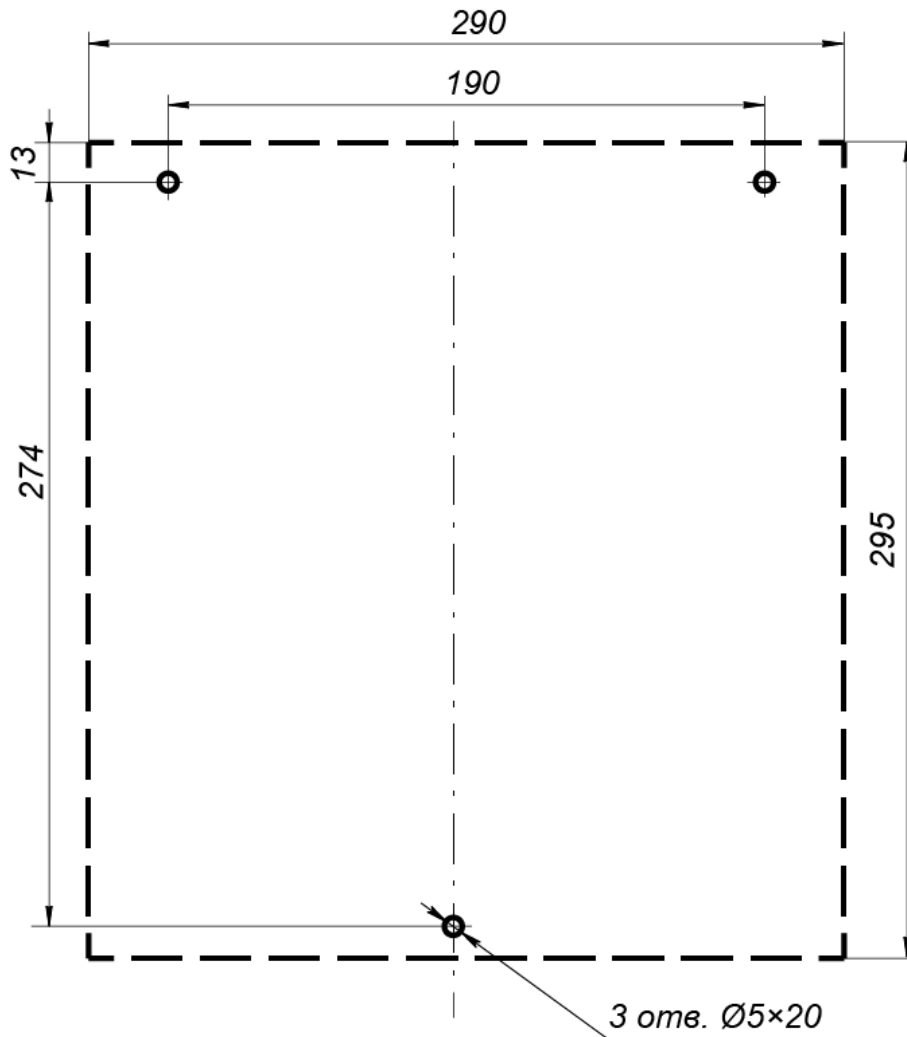

Рисунок 10. Разметка отверстий для установки БУ.
7. Извлеките из транспортировочного ящика створки (6). Установите заполнения створок (7) в держатели заполнения створок (15), выровнявая по высоте и соблюдая равномерность зазоров, и зафиксируйте их винтами держателей. Установите створки в патрубки (14) стойки поворотной (1). Через отверстия в патрубках (14) затяните винты крепления створок (6). Убедитесь, что все створки (6) надежно закреплены, заполнения створок (7) зафиксированы.
8. Проверьте свободное вращение стойки поворотной (1). Для этого разблокируйте стойку поворотную ключом замка механической разблокировки (5) (см. разд. 5.6). Стойка поворотная (1) со створками (6) должна поворачиваться рукой легко, без рывков и заклинивания. Усилие, приложенное на середине створки (6), не должно превышать 1,5 кгс. Усилие поворота створки можно измерить динамометром или бытовыми пружинными весами. После проверки заблокируйте стойку турникета ключом замка механической разблокировки (5).
10. Выполните на стене разметку отверстий для крепления БУ (8) в соответствии с рис. 10. Просверлите отверстия и установите в них пластмассовые дюбели. Вверните 2 верхних шурупа, повесьте на них БУ и обязательно зафиксируйте его нижним шурупом, который защитит его от случайного сдергивания. Установите БУ (8) так, чтобы обеспечивался удобный доступ к выключателям, предохранителям и обеспечивался обзор индикаторов (см. рис. 5). БУ должен располагаться на стене вертикально разъемами вниз, кабель сетевой (12) должен свободно доставать до розетки.